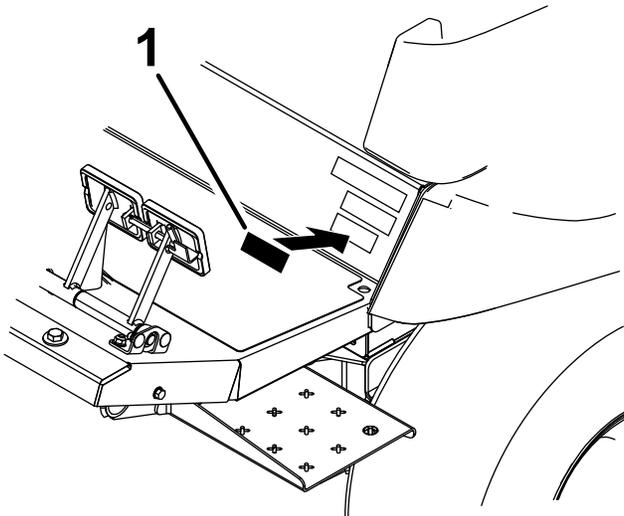

Bild 6
2. Bringen Sie den Aufkleber für Hanglagen an der Maschine an, wie in **Bild 6** dargestellt.